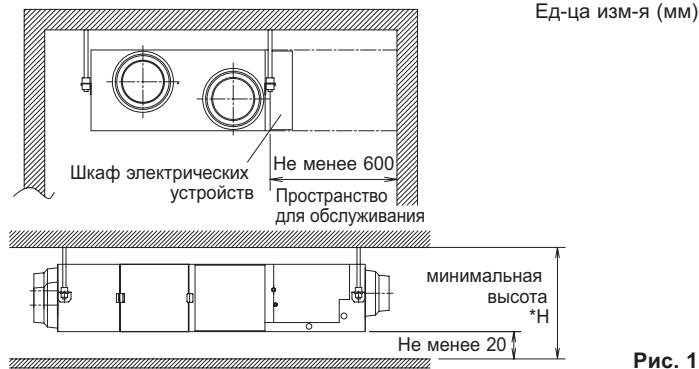

Рис. 1
- Должно обеспечиваться достаточно места для технического обслуживания. (См. Рис. 1)